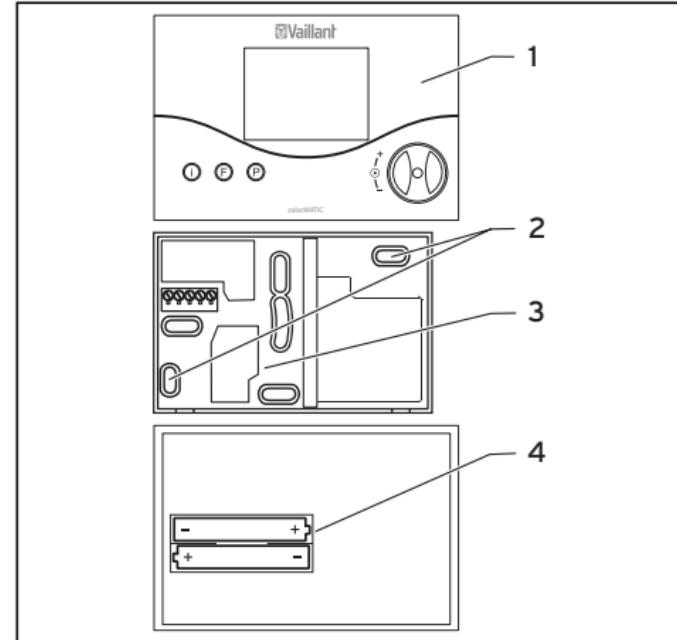

Abb. 9.3 Montage des Raumtemperaturreglers
- Ziehen Sie die den Raumtemperaturregler (1) vom Wandsockel (3) ab.
- Bringen Sie zwei Befestigungsbohrungen (2) mit Durchmesser 6 mm (entsprechend Abb. 9.3) an und setzen Sie die mitgelieferten Dübel ein.
- Legen Sie die beiliegenden Batterien in das auf der Rückseite des Reglers befindliche Batteriefach (Abb. 9.3, Pos. 4) ein. Achten Sie dabei auf die richtige Polung der Batterien. Schließen Sie das Anschlusskabel gemäß Kapitel 10 an.